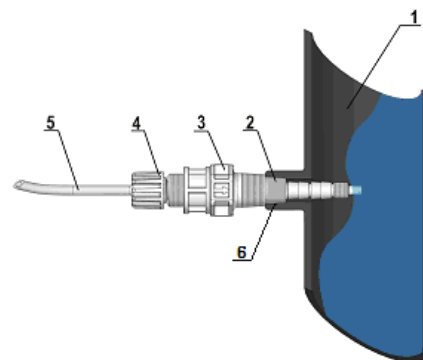

Fig. 7 - Montage du Raccord
Éviter les courbes excessives afin d'éviter les étranglements sur les tuyaux en question, aussi bien sur le tuyau de refoulement que sur celui d'aspiration. Appliquer, sur la conduite de l'installation à traiter, à l'endroit le plus adapté pour effectuer l'injection du produit à doser, un raccord de 3/8" ou 1/2" gaz femelle. Ce raccord est exclu de la fourniture. Visser la vanne d'injection dans le « raccord joint » en utilisant du ruban en PTFE, voir Fig. 7. Relier le tuyau (5) au raccord conique de la vanne d'injection (3) et le bloquer avec la bague spécifique (4). La vanne d'injection (3) est également un clapet anti-retour.